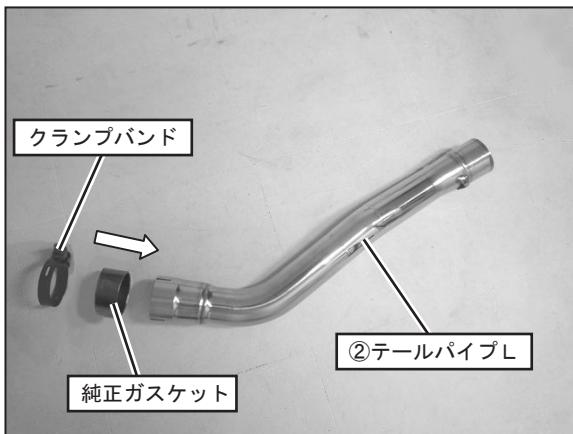

FIG. 10
10. ②テールパイプに新品の純正ガスケットと手順4で外したクランプバンドを取り付けて下さい。
次に、車両のサイドスタンドが出ていることを確認してから②テールパイプを車両のマフラー集合部に取り付け、クランプバンドを仮締めして下さい。 (FIG. 10, 11参照)